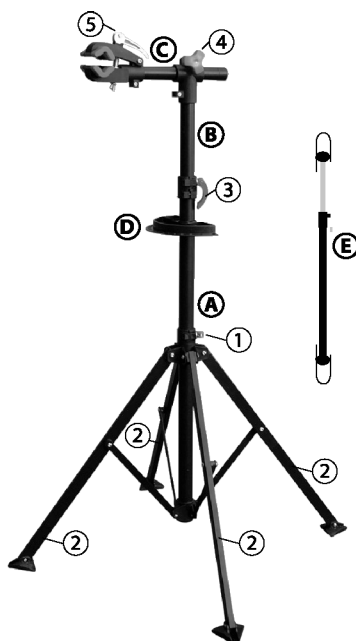

Figure 1 : Vue d'ensemble
Introduisez le bras porteur (C) à l'horizontale dans le raccord de serrage prévu à cet effet avec le volant rouge (4) à l'extrémité supérieure du tube télescopique (B) jusqu'à ce que le repère encoché du bras porteur soit visible. Tournez le bras porteur de manière à ce que la pince à vis (5) du bras porteur se trouve sur sa face supérieure. Vissez maintenant le bras porteur (C) à l'aide du volant rouge. Pour finir, fixez encore le compartiment magnétique de rangement des outils (D) sur le tube vertical du pied du support (A). (voir figure 1) Pour ce faire, vous devez dévisser les deux vis à six pans creux du support du casier de rangement à l'ai-
La pince de fixation pour le vélo se trouve à l'extrémité du bras de support. La première chose à faire est d'ouvrir la pince en ouvrant le crochet rabattable situé en haut. La pince peut être réglée pour des tubes de cadre de différentes dimensions. Ce réglage s'effectue à l'aide de l'écrou à oreilles qui se trouve sous la pince. **Attention** : les cadres de vélo modernes en carbone, aluminium, etc. sont sensibles à la pression. Ne serrez jamais trop fort les tubes correspondants, vous risqueriez de les détruire. La fixation du vélo s'effectue toujours sur les tubes du cadre du vélo. Le tube du cadre est placé dans la pince de maintien de manière à ce qu'il soit entouré par celle-ci. Le crochet rabattable de la pince de fixation est ensuite fermé. Pour éviter une torsion involontaire du bras de support, il faut choisir une position sur le cadre du vélo dans laquelle le vélo est suspendu de manière équilibrée au bras de support. (voir figures 1 et 2). **Veillez à ce que** la charge à porter dépasse le moins possible des pieds d'appui extérieurs du support de montage, sinon le support risque de basculer.